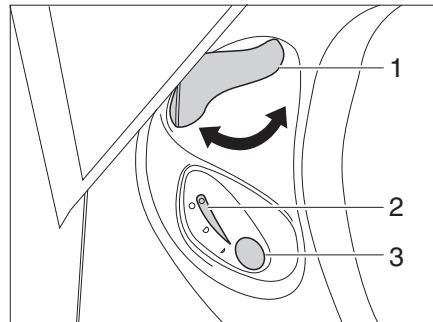

Bild 264 Bedieneinheit Thetford-Toilette
- Vor dem Spülen den Schieber der Thetford-Toilette öffnen. Dazu den Schieberhebel (Bild 264,1) entgegen dem Uhrzeigersinn drehen.
- Zum Spülen den blauen Spülknopf (Bild 264,3) drücken.
- Nach dem Spülen den Schieber schließen. Dazu den Schieberhebel (Bild 264,1) im Uhrzeigersinn drehen.
Die Kontroll-Leuchte (Bild 264,2) leuchtet, wenn die Thetford-Kassette entleert werden muss.
- Den Schieberhebel (Bild 264,1) im Uhrzeigersinn drehen. Der Schieber wird geschlossen. Zum Entleeren **muss** in der Thetford-Toilette der Schieber geschlossen sein.